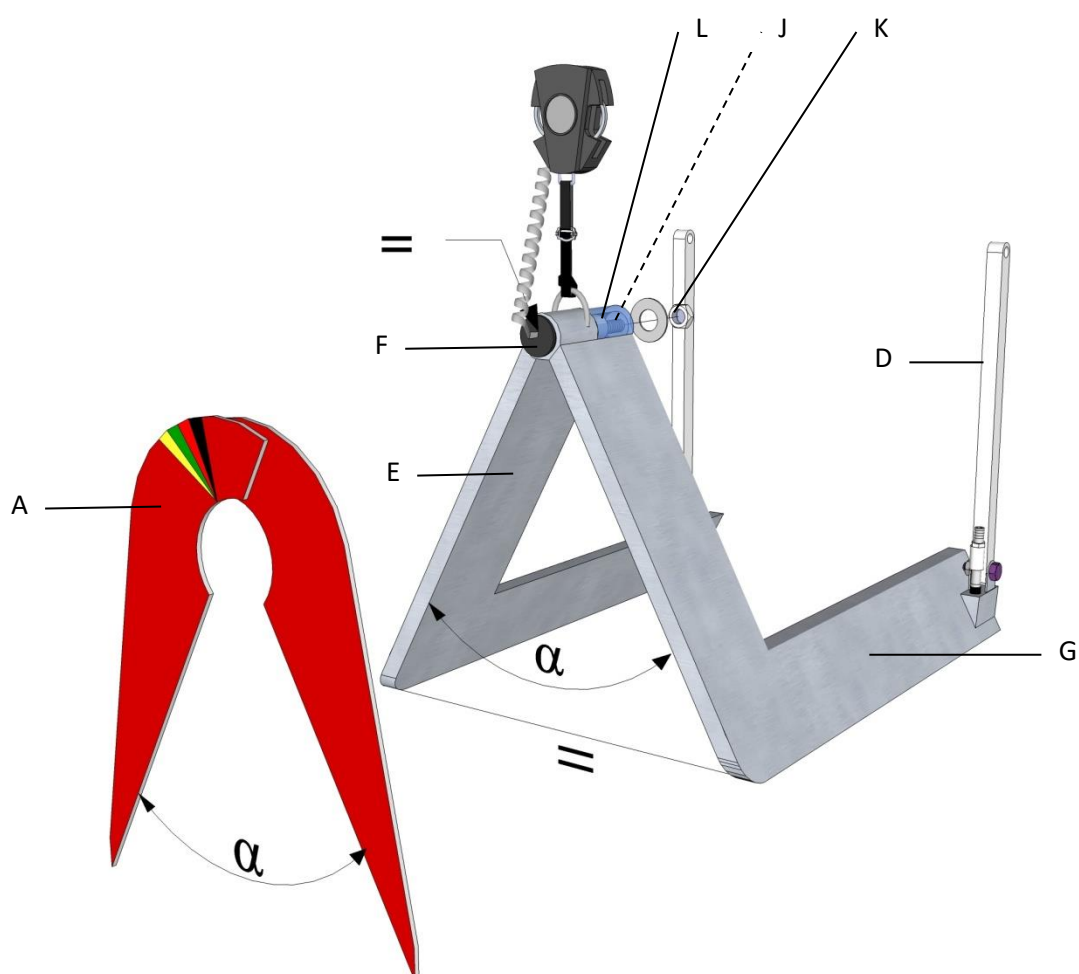

Fig. 3 Ajuste de la estructura
- Unir los laterales izquierdo (G) y derecho (E). Para ello utilizar el tornillo fijación (J), la arandela y tuerca (K) y el casquillo separador (L).
- Ajustar el **ángulo  $\alpha$**  entre los laterales izquierdo (G) y derecho (E) según la medición tomada en el paso anterior mediante la galga (A) (capítulo 2.1 **Paso 1. Determinar el tallaje del caballo**), de forma que coincida y se adapte a la forma del caballo (ver Fig. 3).